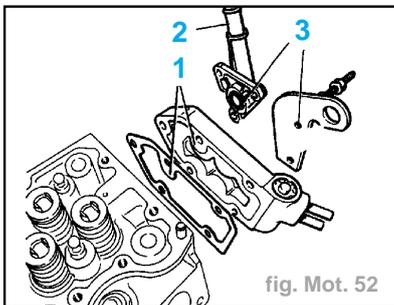
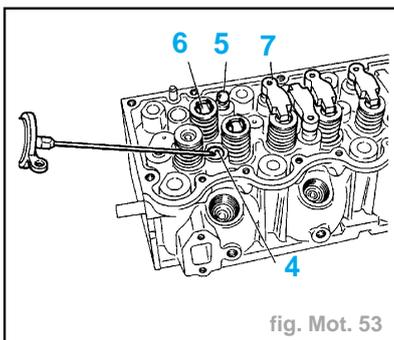

fig. Mot. 52
fig. Mot. 53
- un filtre neuf (12),
- le clapet (14) enduit de **Loctite Frenetanch**.
- Reposer (fig. Mot. 52) :
- le réchauffeur équipé d'un joint neuf (détrompeurs (1) vers le haut).
- la plaque embout (2) équipée d'un joint torique neuf,
- Les vis colonnettes seront montées dans les trous (3).
- Par les trous (4) d'alimentation en huile des rotules hydrauliques, remplir d'huile moteur le canal d'huile (fig. Mot. 53).